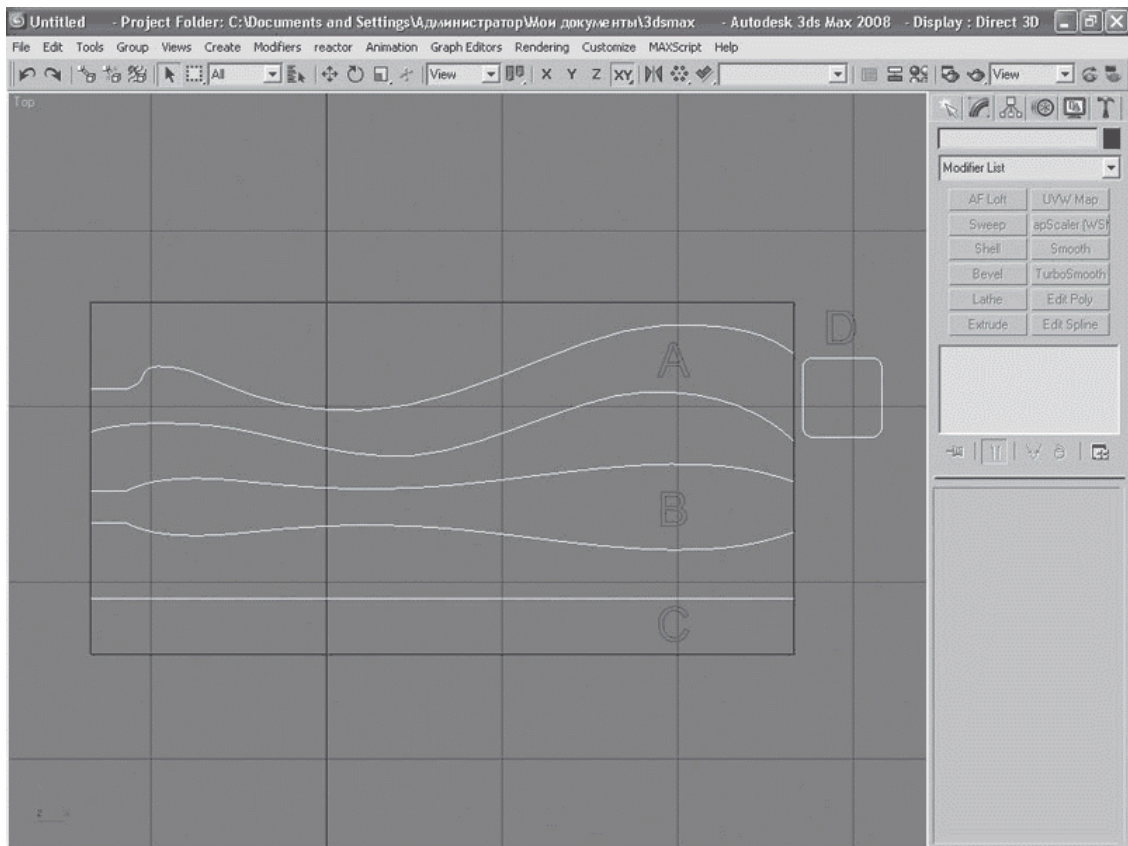
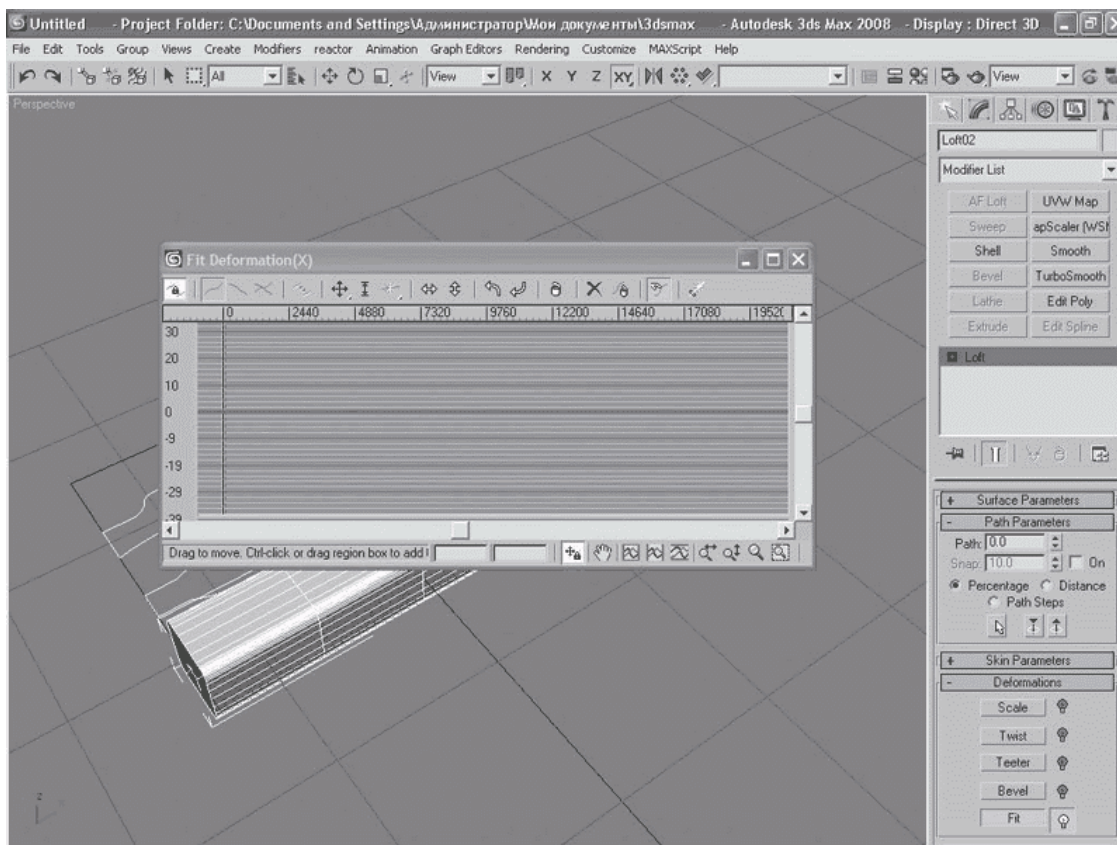

Рис. 2.21. Линии-сплайны формы ножки стула
Рис. 2.23. Окно инструмента деформации Fit (Подгонка)
Создайте новую сцену и задайте сантиметры в качестве единиц измерений. Сделайте активным окно Top (Сверху) и постройте сплайновый прямоугольник (объект-лекало) шириной 40 см и высотой 20 см. За 40 см мы примем высоту ножки стула до обечайки, на которой держится сиденье. Создайте четыре сплайновые формы, как показано на рис. 2.21. Две верхние формы (помечены на рисунке как А и В) будут линиями ножки стула в двух разных проекциях, прямая линия (С) – начальной лофтинговой формой лофт-объекта, а прямоугольник (D) – формой сечения. К лофтинговой форме можно применить более чем одну форму сечения. При этом важно помнить, что количество вершин в данных формах должно быть идентичным. Кроме того, начальные вершины и порядок нумерации также должны совпадать, чтобы не получилось перекручивание формы. Необходимо следить и за тем, чтобы длина всех линий была по возможности равной.
Перейдите на вкладку Modify (Изменение) командной панели и разверните свиток Deformations (Деформации) настроек лофт-объекта. Нажмите кнопку Fit (Подгонка), в открывшемся окне (рис. 2.23) отожмите кнопку Make Symmetrical (Применять симметрично). На панели инструментов данного окна щелкните на кнопке Get Shape (Взять форму) (на ней изображена рука, указывающая на кривую линию). В левой части панели инструментов находится несколько кнопок – Display X Axis (Показать ось X) и Display Y Axis (Показать ось Y). Нажмите кнопку (Display X Axis (Показать ось X)) и укажите на форму, обозначенную на рис. 2.21 как B.
Активируйте кнопку Display Y Axis (Показать ось Y) и с помощью инструмента выбора формы Get Shape (Взять форму) выберите форму, обозначенную на рис. 2.21 как А, то есть форму по оси Y. Ножка практически готова. Дополнительно подправить и облегчить форму поможет применение модификатора Vertex Weld (Склеить вершины) со значением параметра Threshold (Порог), равным 0,25, в пределах которого вершины притягиваются и «склеиваются» друг с другом. Эта операция поможет немного упорядочить созданную сетку и в конечном счете уменьшить количество построенных полигонов. При этом форма ножки станет более сглаженной (рис. 2.25). В принципе улучшить созданную форму можно и привычными способами корректировки на уровне вершин или полигонов, преобразовав при этом форму в Editable Poly (Редактируемая полигональная поверхность). Вы можете выбрать наиболее удобный для себя вариант.